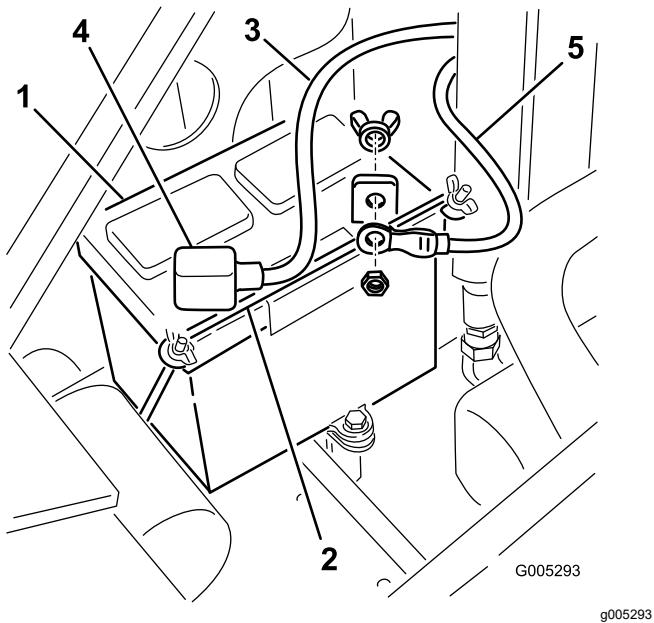

Рисунок 43
4. Снимите барашковые гайки и планку крепления аккумулятора (Рисунок 43).
5. Отсоедините отрицательный (черный) кабель от штыря аккумулятора (Рисунок 43). Сохраните крепежные детали.
7. Отсоедините положительный (красный) кабель от штыря аккумулятора (Рисунок 43). Сохраните крепежные детали.
- Используя ранее снятые крепежные детали, подсоедините положительный (красный) кабель к положительному (+) штырю аккумулятора (Рисунок 43).
- Используя ранее снятые крепежные детали, подсоедините отрицательный (черный) кабель к отрицательному (-) штырю аккумулятора (Рисунок 43).
- Прикрепите аккумулятор, используя планку и барабашковые гайки (Рисунок 43).